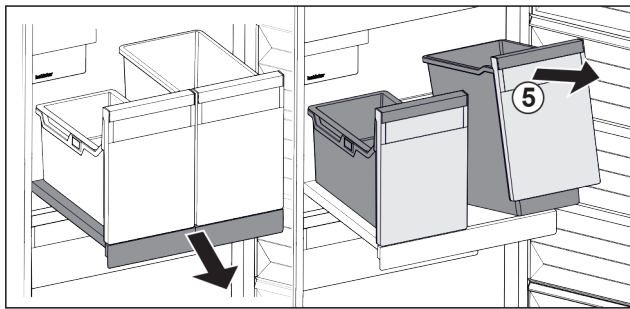

Fig. 118
- Sollevare il contenitore Fig. 118 (5) dal lato anteriore.